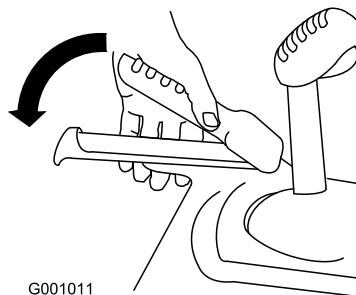

**Figure 26**
1. Amenez la commande d'accélérateur en position BAS RÉGIME, puis en position ARRÊT (Figure 26) pour couper le moteur. Vous pouvez aussi couper le moteur en tirant la clé de contact vers l'extérieur, à la position centrale.